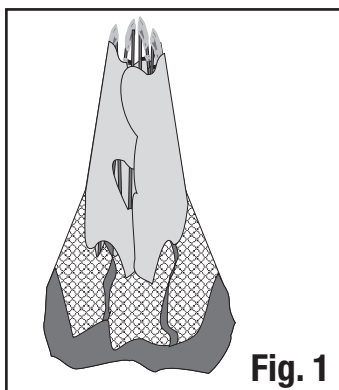

Fig. 1
- Posez la tente debout, le raccord central se trouvant au haut. (Fig. 1)
- Repliez la tente en pliant les bras vers le haut jusqu'à ce que la tente tienne debout et que le raccord central soit à la partie supérieure. (Fig. 1)